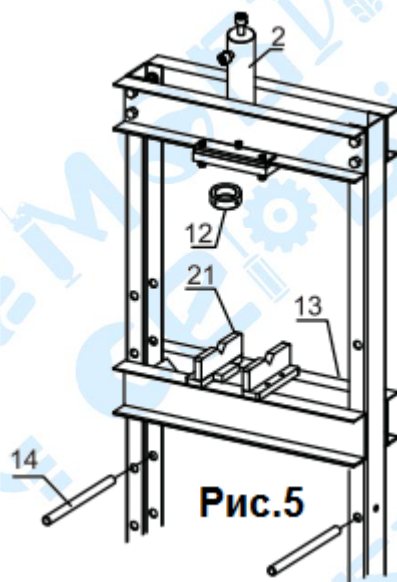

Рис. 5
6. Прикрепите гидроцилиндр (4) с помощью большой гайки (12). Вставьте фиксирующие стержни (14) в отверстия на основаниях. Установите рабочий стол (13) таким образом, чтоб рельсы рабочего стола зафиксировались на основаниях, после этого опустите данный стол вниз по основаниям таким образом, чтоб рабочий стол был расположен на фиксирующих стержнях. После этого установите пластины (21) на рабочий стол пресса. Смотри Рис. 5.